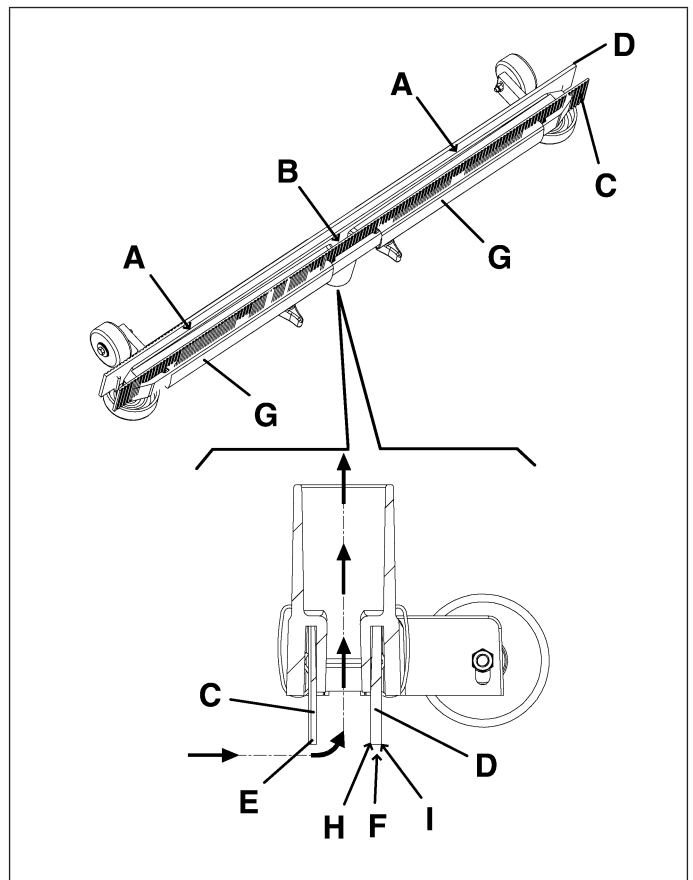

Figure 25
6. Controlar que los cauchos delantero (C, Fig. 25) y trasero (D) no estén desgastados, que no estén cortados o desgarrados; si necesario, sustituirlos (véase el procedimiento en el párrafo siguiente).
2. Controlar que el borde (E, Fig. 25) del caucho delantero y el borde (F) del caucho trasero apoyen en el suelo, por toda su longitud; de lo contrario ajustar la altura, como indicado a continuación:
- ajustar el caucho delantero (C, Fig. 25) y el caucho trasero (D) tras haber quitado los resortes de fijación (G);
3. Controlar que los cauchos delantero (C, Fig. 25) y trasero (D) no estén desgastados y, si necesario, sustituirlos según el procedimiento siguiente:
- sustituir el caucho después de haber quitado los resortes de fijación (G, Fig. 25)
- insertar de nuevo los resortes de fijación (G, Fig. 25).